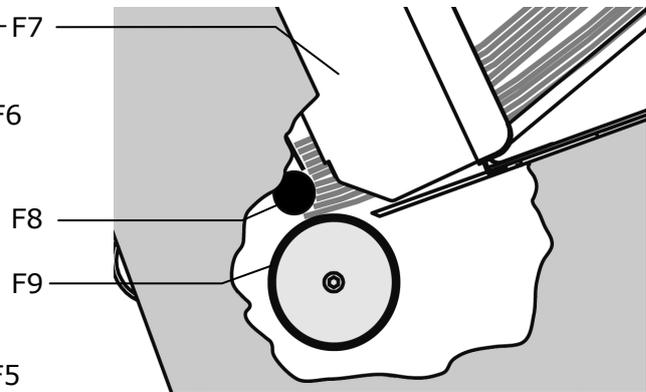

Abbildung 14: Den Stapel mit ausgefächertem Material füllen, Seitenansicht
- Der Papierstapel sollte sich an die Form der festgestellten Separierrolle (F8) anpassen (siehe Abbildung 14).